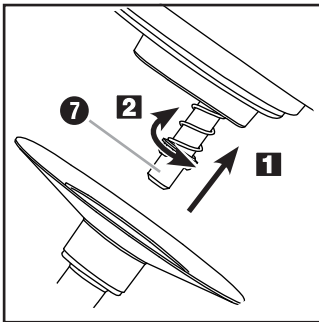

Abb. 2: Montage der Einsätze
- 6) Montieren Sie je nach Aufgabe Knethaken **10**, Schneebesen **11** oder Rührbesen **12** auf der Antriebsachse **7** (Abb. 2):
- Stecken Sie den Knethaken **10**, Schneebesen **11** oder Rührbesen **12** (nachfolgend „Einsatz“) so auf die Antriebsachse **7**, dass die beiden Metallstifte an der Antriebsachse **7** in die Aussparungen am Einsatz **10** **11** **12** greifen (Abb. 2 / **1**).
- Drücken Sie den Einsatz **10** **11** **12** kräftig auf die Antriebsachse **7**, so dass sich die Feder zusammendrückt und drehen Sie dabei den Einsatz **10** **11** **12** ein wenig gegen den Uhrzeigersinn (Richtung ) (Abb. 2 / **2**).